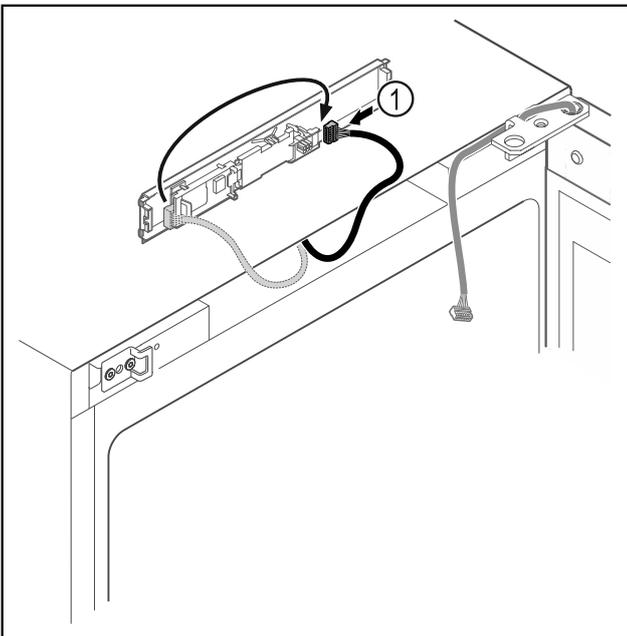

Fig. 20
- Enchufar el conector Fig. 20 (1) en otra posición en la platina.